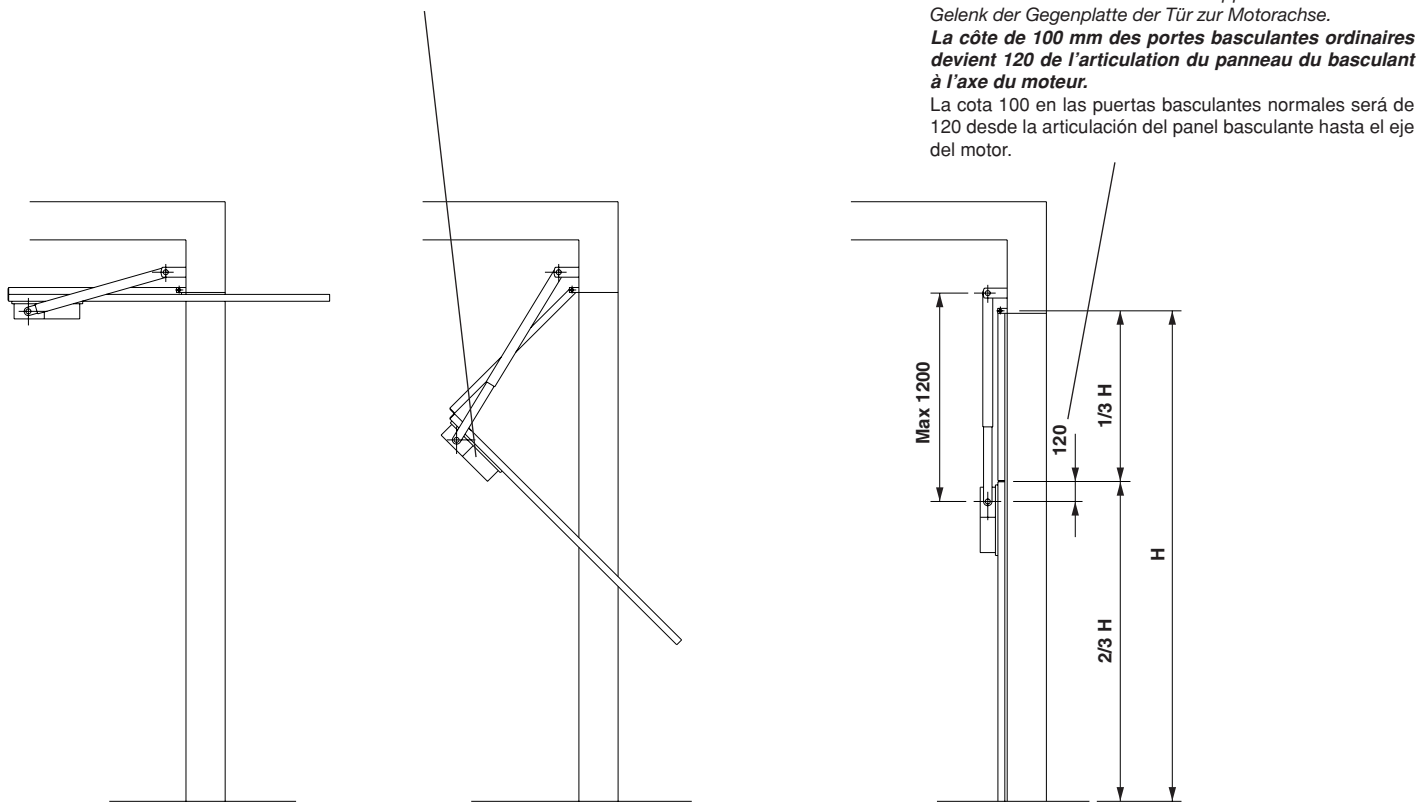

Fig.10
6.2 Porte basculanti snodate (fig. 10). Per l'installazione seguire il punto 5 integrato con le indicazioni di fig.10.
6.2 Articulated overhead doors (fig. 10.)
For the installation please follow point 5 and indications given in fig. 10.
6.2 Portes basculantes articulées (fig. 10)
Pour l'installation, suivre la description du paragraphe 5 en y ajoutant les indications de la figure 10.
6.2 Puertas basculantes articuladas (fig. 10). Para la instalación seguir el punto 5 integrado con las indicaciones de la fig.10.